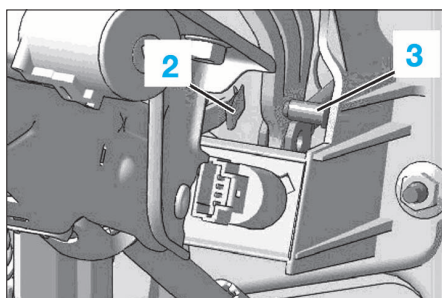

FIG. 3
- Déposer l'axe (3) en dégrafant en (2) (Fig.3).